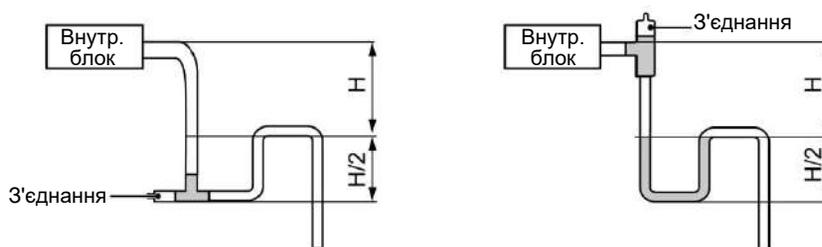

Рис.4.3.5
- (5) Встановіть уловлювач, як показано на рис. 4.3.5.